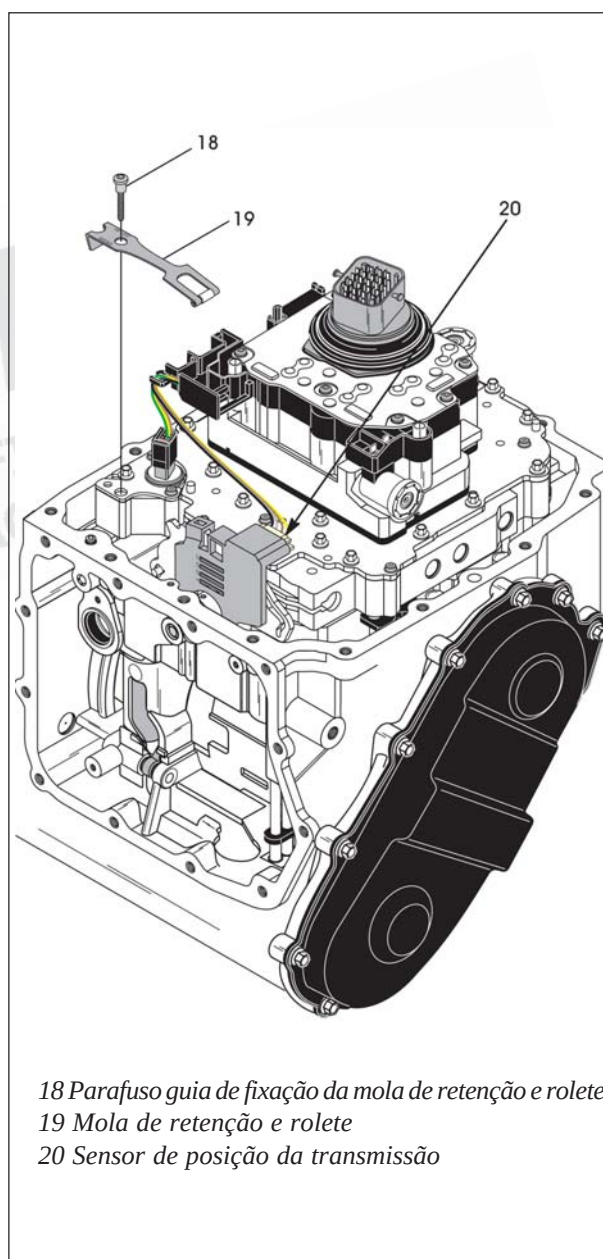

Figura 281
90. Instale o conjunto de roletes e mola de retenção, conforme mostra a figura 281, e certifique-se que ele esteja na sua posição correta sobre o interruptor de posição da transmissão e na alavanca interna de retenção.
91. Instale o parafuso guia de fixação da mola de retenção e rolete, conforme mostra a figura 281, utilizando uma chave torx T25 e aperte-o com um torque de 7 Nm.